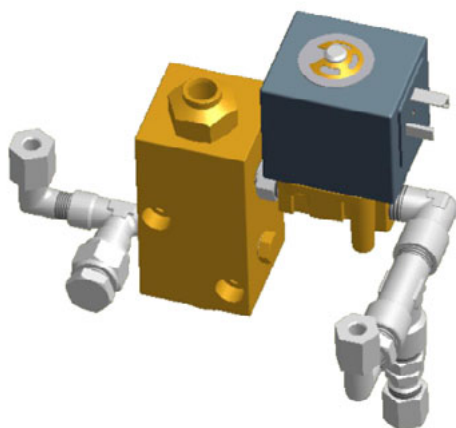
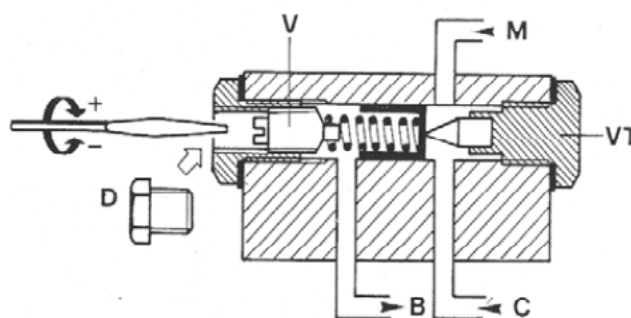

Fig. 6 - Regolatore manuale
Fig. 8
7. Per eseguire la regolazione della portata dell'olio in bassa fiamma agire sul regolatore di pressione manuale (Fig. 6): togliere il tappo **D** e agire sulla vite **V** (vedi Fig. 25) del regolatore manuale, servendosi di un cacciavite (vedi Fig. 24). La vite di regolazione
Nota: Dopo un certo periodo di funzionamento, possono verificarsi delle alterazioni di pressione, dovute alla presenza di sporco sulla tenuta dello spillo: è consigliabile, quindi, smontare la vite VT (vd. Fig. 6 - Fig. 8) e pulire.